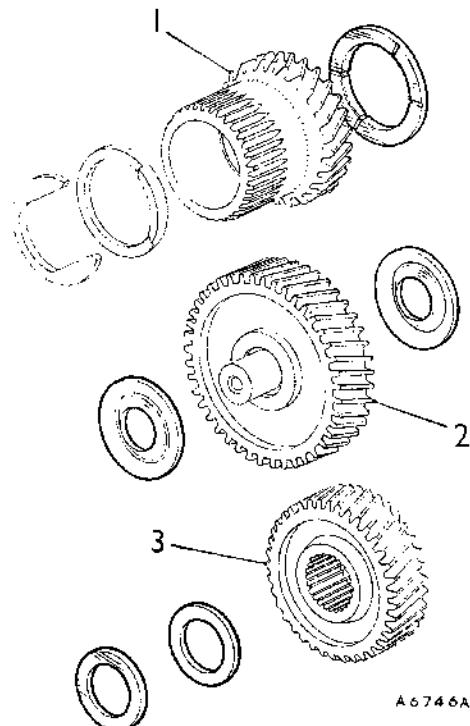

Fig. Aa.14
NOTA.- Se han utilizado dos tipos de engranaje primario; los montados en las unidades primitivas, llevan dos arandelas de empuje (Fig. Aa.14). Los más recientes engranajes (con espesor del cubo incrementado) se ajustan por medio de finos suplementos montados en la cara externa del cubo (ver Fig. Aa.19).
- (29) (a) Montar una arandela a cada lado del engranaje intermedio, según se ha calculado en el punto (27).
- (b) Poner dos arandelas para completar el grosor calculado en el eje del engranaje primario. Las dos arandelas se deben poner en la parte de afuera del engranaje primario (véase la Fig. Aa.14), de modo que el borde interior achaflanado de una arandela quede hacia el engranaje.